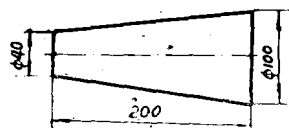

图 1—2 锥体
12. 按尺寸车削锥体, 如图 1—2 所示。车刀安装位置低于机床主轴中心线 2.5 毫米, 在锥体小端测量直径尺寸。如果生产者按锥体大端直径 $\phi 100$ 毫米安装车刀, 求其所产生的锥度误差?